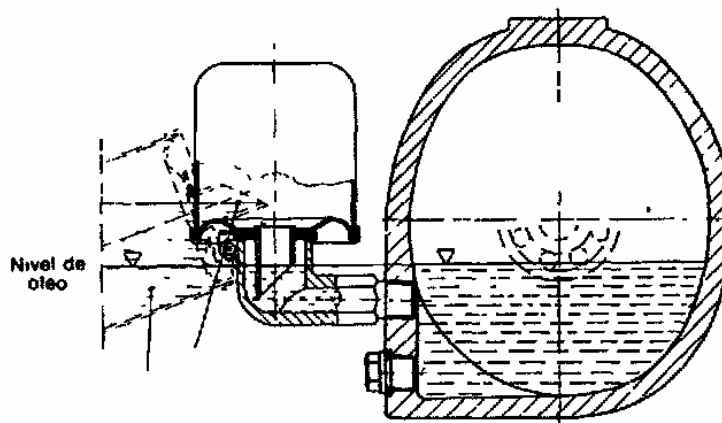

Fig.18 – Copo Lubrificador
- Voltar o recipiente transparente para a posição original. Aguardar cerca de 10 minutos até que automaticamente parte do óleo desça do recipiente para o suporte, completando assim o nível necessário que é a linha de centro da esfera inferior do rolamento indicado na Fig. 18.
- cortar novos anéis de gaxeta de preferência com extremidades oblíquas (vide Fig. 18). Para facilidade deste corte pode ser usado um dispositivo de fácil confecção (vide Fig.20).